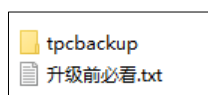

图 1.3-1
- ① 解压“U 盘升级包\_G 系列\_NK302.02\_V1.0\_20200420.rar”，如图 1.3-1，先阅读“使用前必读.txt”，然后将“tpcbakcup”拷贝到 U 盘根目录；
针对一些用户可能需要在 TPC 中实现某些特殊功能的需求，昆仑通态提供了对应的功能包供用户使用，如 VNC 功能包、MySQL 客户端部署包等。这些功能包需要向代理索取，且不具备普适性，对 TPC 型号有一定限制，用户在使用时需要先阅读图 1.3-1 所示的“使用前必读.txt”，确认目标 TPC 是否支持部署。特殊功能包使用方法与普通 U 盘功能包类似，用户参考 TPC 辅助工具章节 1.3 所述的 NK 升级包使用方法即可。